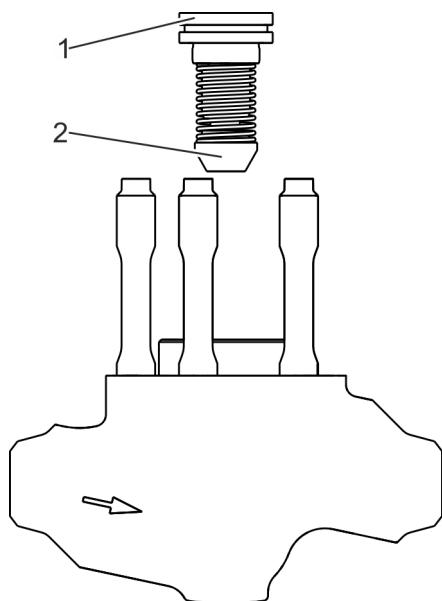

Fig. 9: Colocar el órgano de cierre
- 10.**▶ Coloque en el cuerpo de la válvula el casquillo guía (Fig. 9/1) con el muelle de empuje montado y el cono de retención (Fig. 9/2).